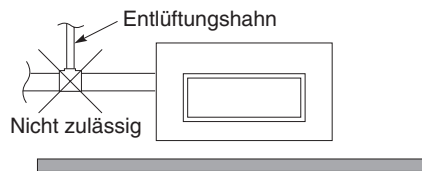

Abb. 3-14
- **Keinen Entlüftungshahn anbringen, da dies zu einem Herauspritzen von Wasser aus der Ablaufleitungsöffnung führen kann. (Abb. 3-14)**